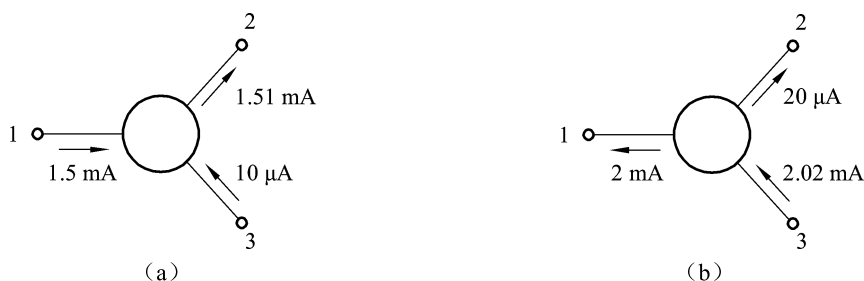

图 1.3.2
1. 已知两只晶体管三个电极的电流大小和方向如图 1.3.2 所示，则晶体管的类型 (NPN 或 PNP)：图 (a) _____，图 (b) _____。晶体管的放大倍数：图 (a) _____，图 (b) _____。节点 1、2、3 对应的电极为：图 (a)：1—____，2—____，3—____；图 (b)：1—____，2—____，3—____。